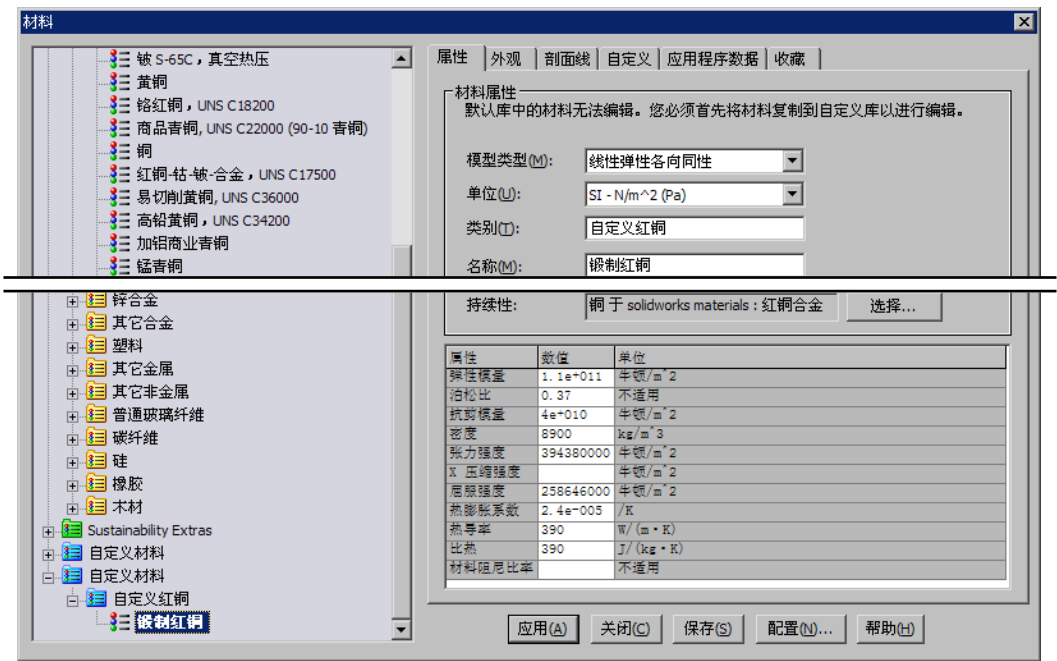
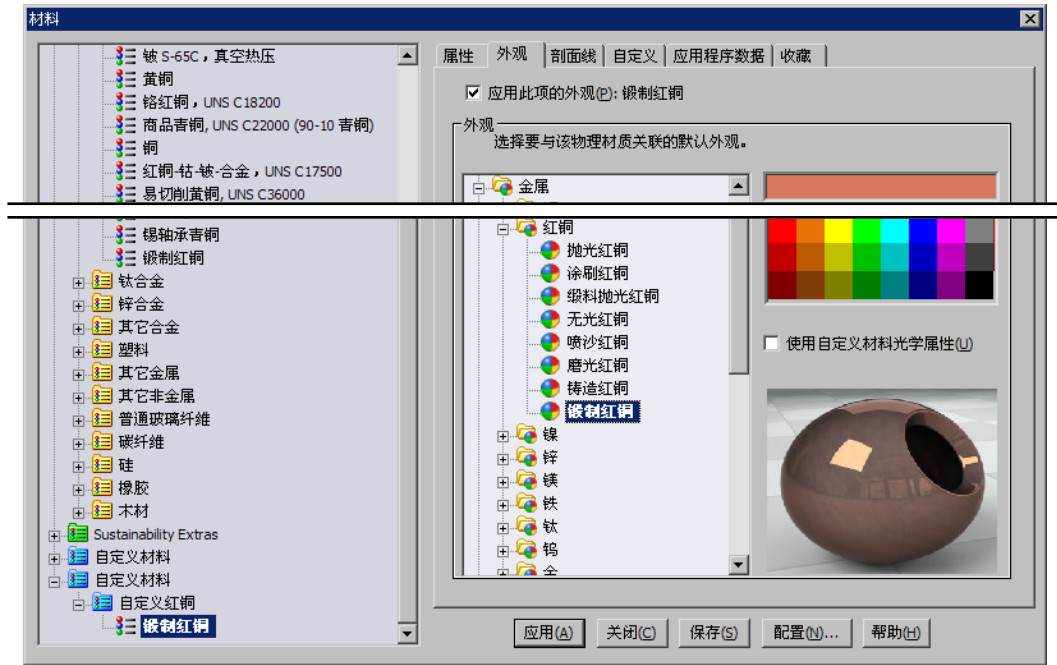
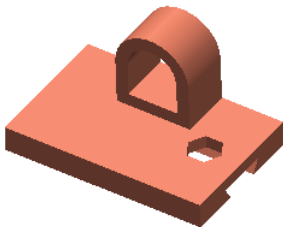

图 3.4.4 “属性”选项卡
图 3.4.5 “外观”选项卡
图 3.4.6 应用自定义材料
Step2. 创建新材料。选择下拉菜单 **编辑(E)** → **外观(A)** → **材质(M)...** 命令，系统弹出“材料”对话框；右击列表中的 **红铜合金** 下拉列表的 **铜** 选项，在系统弹出的快捷菜单中选择 **复制(C)** 命令；在列表底部的 **自定义材料** 上右击，在系统弹出的快捷菜单中选择 **新类别(N)** 命令，然后输入“自定义红铜”字样；在列表底部的 **自定义红铜** 上右击，在系统弹出的快捷菜单中选择 **粘贴(P)** 命令，然后将 **自定义红铜** 节点下的 **铜** 字样改为“锻制红铜”。此时在对话框的下部区域显示各物理属性数值（也可以编辑修改数值），如图 3.4.4“属性”选项卡所示；单击 **外观** 选项卡，在“外观”选项卡的列表中选择 **锻制红铜** 选项，如图 3.4.5 所示；单击对话框中的 **保存(S)** 按钮，保存自定义的材料；在“材料”对话框中单击 **应用(A)** 按钮，应用设置的自定义材料，如图 3.4.6 所示；单击 **关闭(C)** 按钮，关闭“材料”对话框。